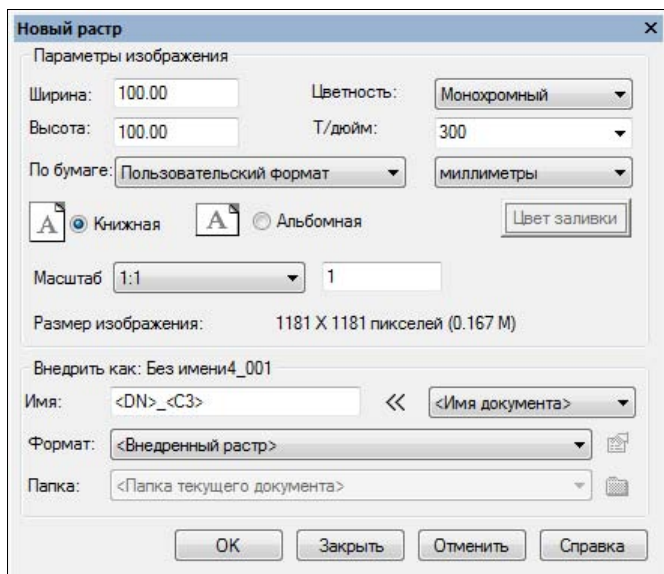

Рис. 10.4. Окно **Новый растр**
- ◆ **Новый растр** — вставка нового растрового изображения в чертеже с помощью диалогового окна **Новый растр** (рис. 10.4). Сначала создается простое изображение, затем оно может быть доработано с помощью растрового редактора. Изображение может быть внедренным или являться внешней ссылкой на новый растровый файл.